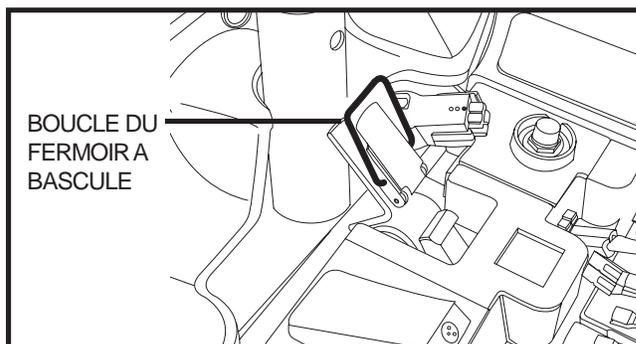

Figure 22. Ferموir à bascule
2. Basculez la boucle du ferموir par dessus le ferموir. Voir la figure 22.